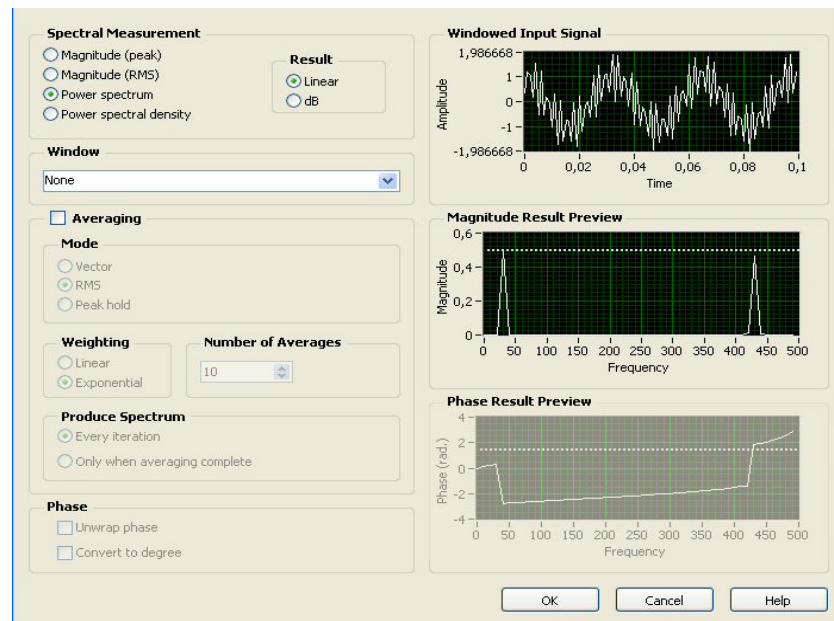

Figura 3.4: Opções de 'Spectral'
7. Além do bloco correspondente aparecerá a selecção de opções, conforme a figura 3.4